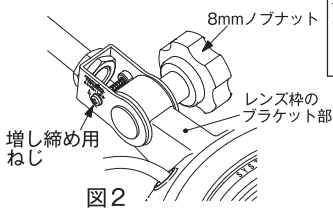

図 2
- 図2の増し締め用ねじは8mmノブナットの締付力が足りずレンズ枠が垂れる場合にドライバーで適切な締付力に調整してください。締めすぎると後述の茶色ワッシャーを傷めることがありますので注意してください。